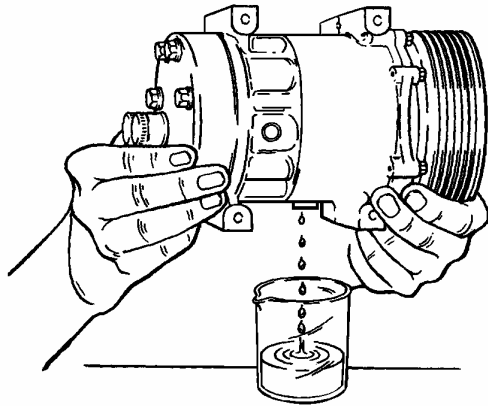

Figura 46 Drene Todo el Aceite Posible
3. Retire el tapón de aceite y drene cuanto aceite sea posible en un contenedor calibrado apropiado (refiérase a la Figura 46).